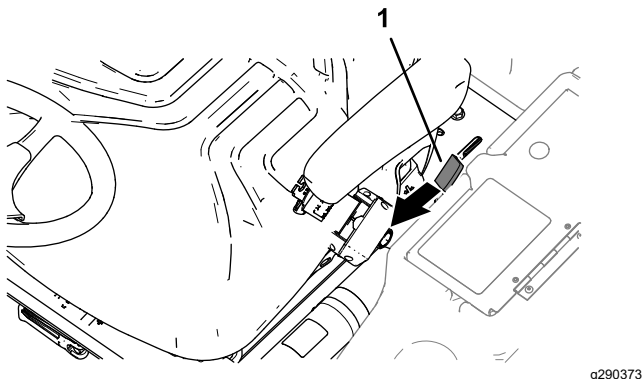

Figure 48
1. Déplacez la poignée de verrouillage de la plate-forme (Figure 48) vers l'avant de la machine jusqu'à ce que les crochets du verrou se désengagent de la barre de verrouillage.